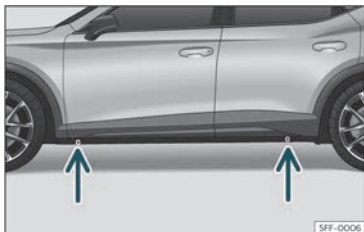

Fig. 38 Puntos de apoio do gato.
• Busque no traveseiro a marca do punto de apoio do gato (área afundida) máis próximo á roda que se vai cambiar»» fig. 38 .